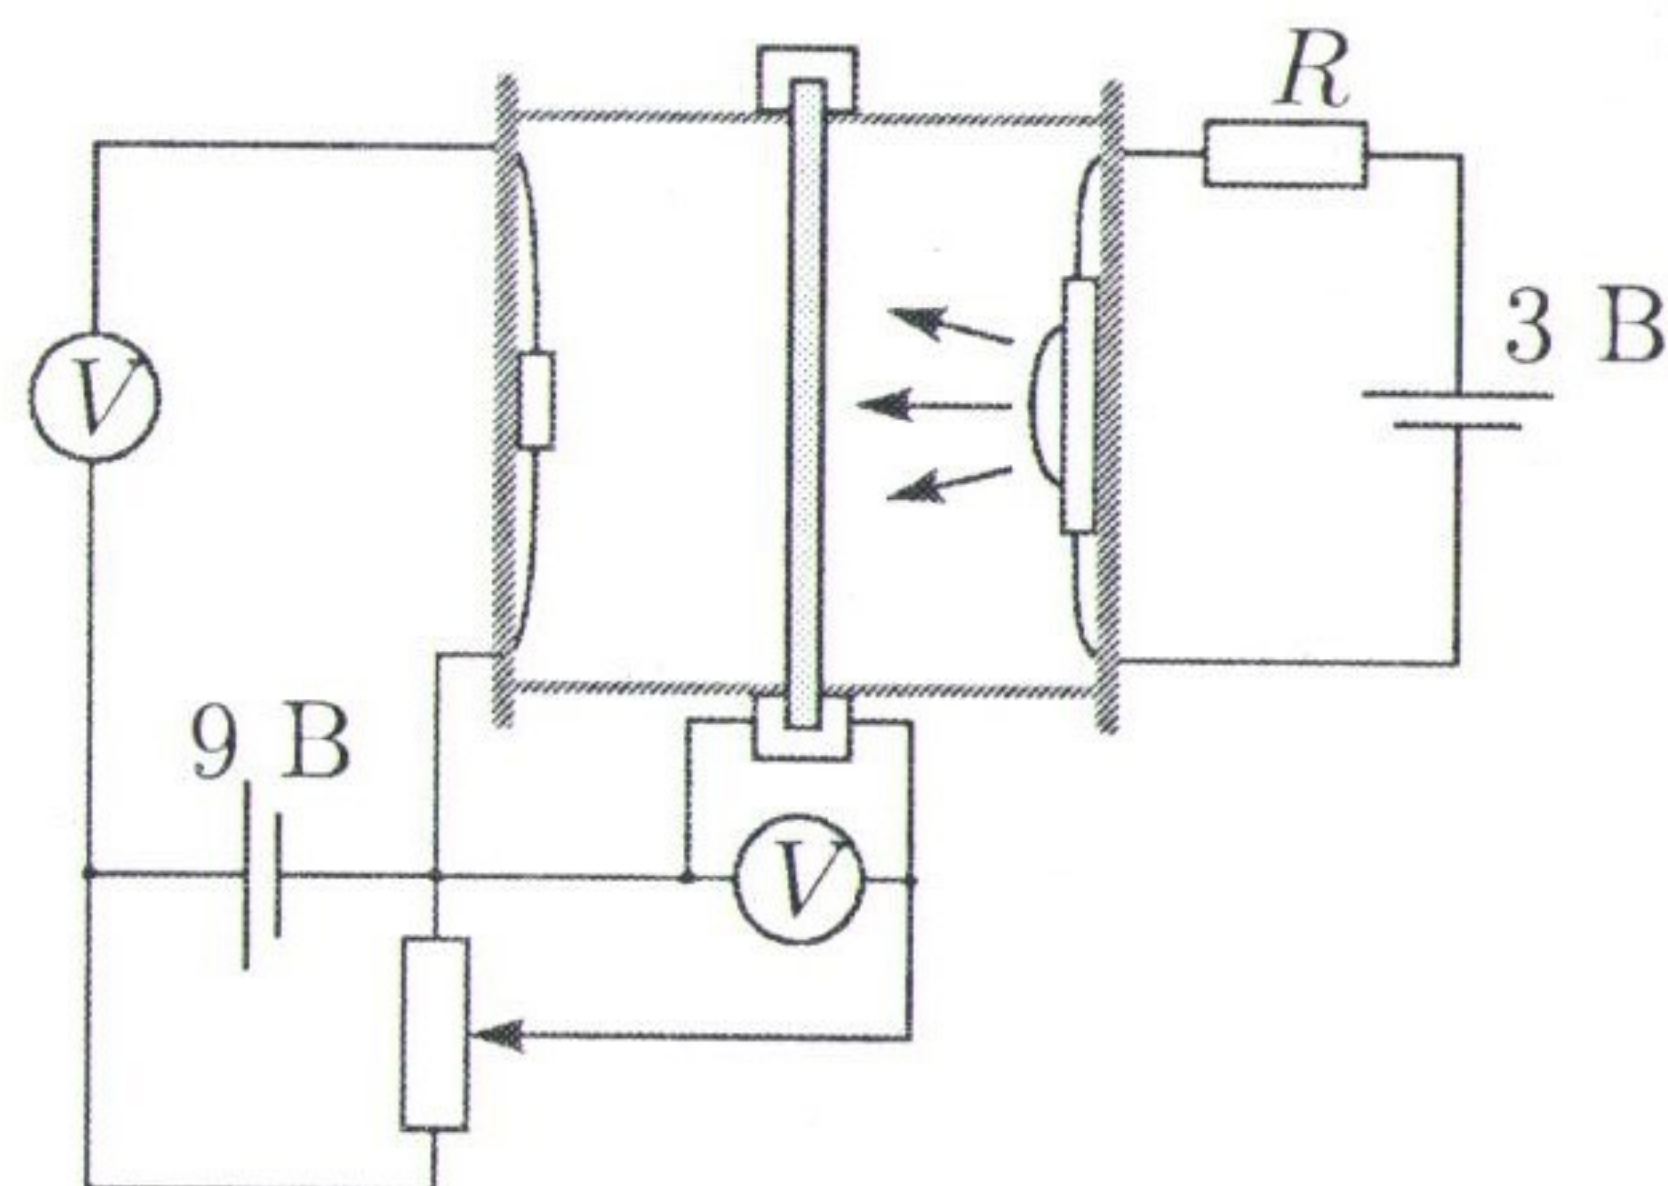
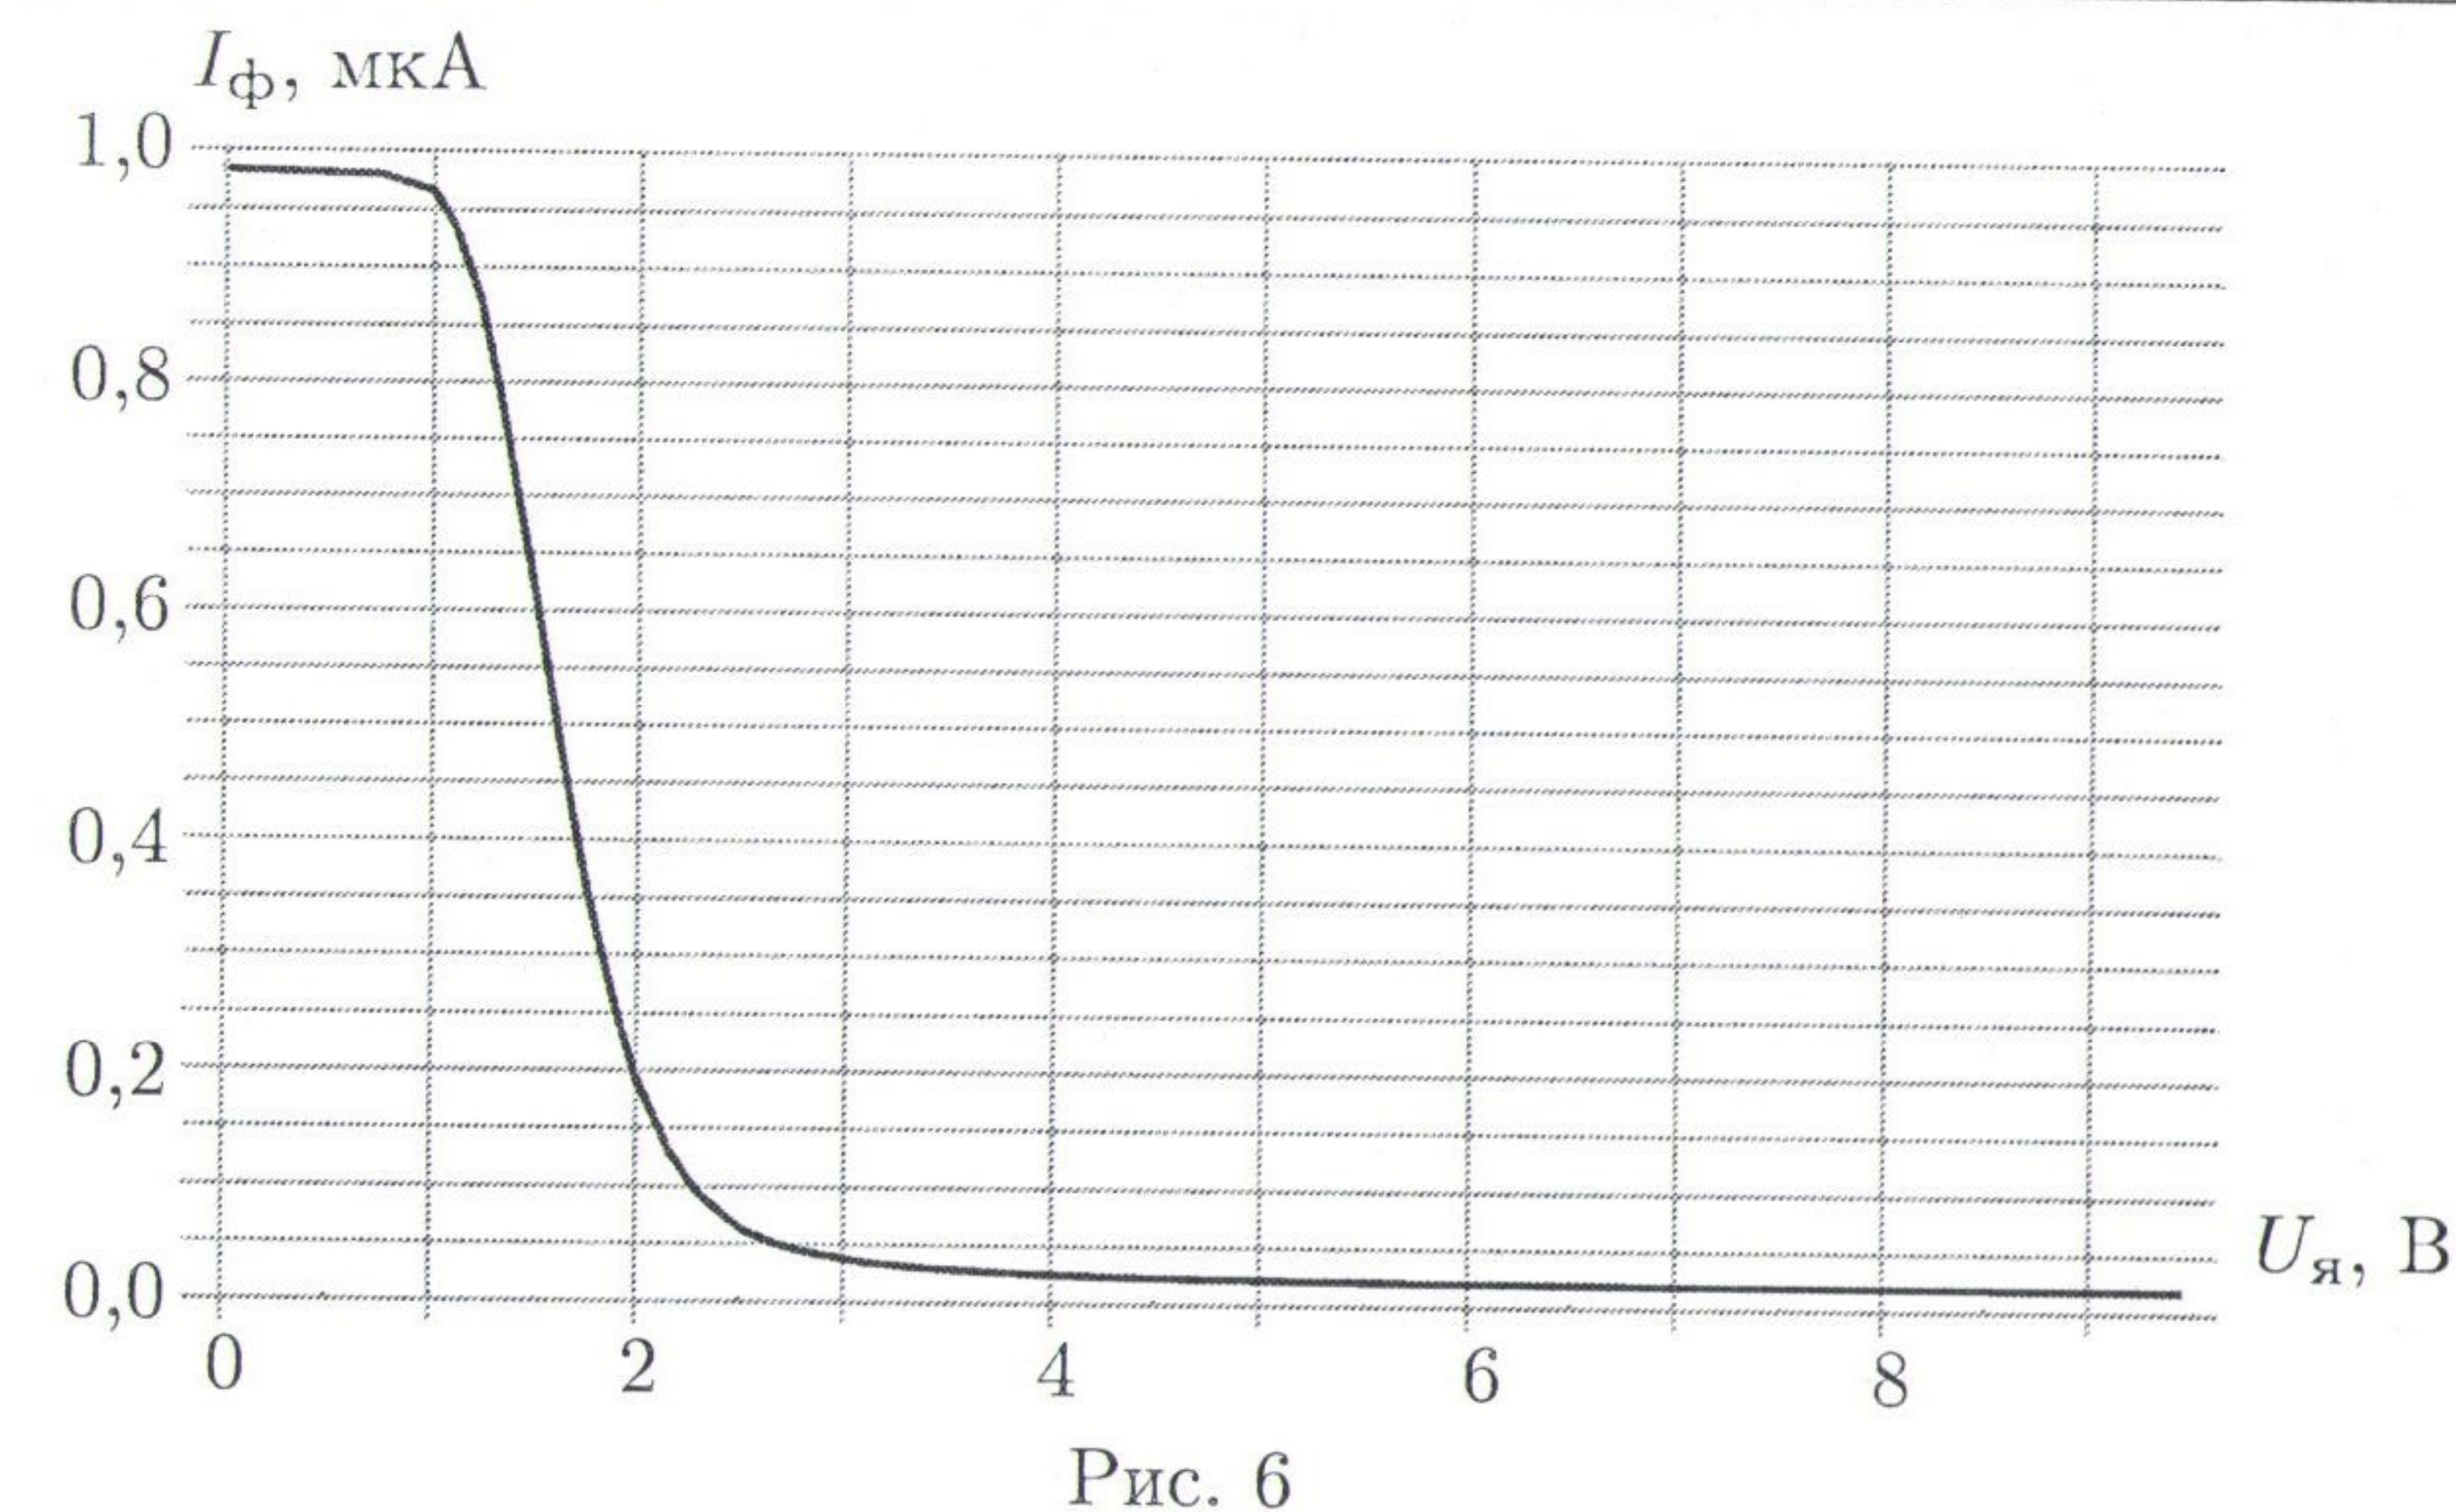

Рис. 5
Рис. 6
1. Для измерения коэффициента пропускания в держателе закрепим светодиод, фотодиод и жидкокристаллическую ячейку между ними. Соберём схему измерения (рис. 5). Вращая ручку потенциометра, будем изменять напряжение $U_{\text{я}}$ на ячейке, и снимать показания люксметра (значение обратного тока через фотодиод найдём, зная внутреннее сопротивление вольтметра $I_{\text{ф}} = U_{\text{в}}/R_{\text{в}}$). Построим график $I_{\text{ф}}(U_{\text{я}})$ (рис. 6).